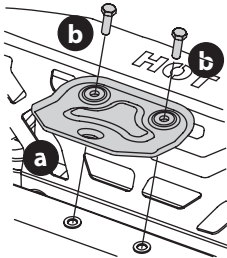

Figura 1
1. Para sacar la cubierta de la correa saque los dos tornillos de arandela hexagonal (a) y el tornillo de seguridad hexagonal (b) que la sujetan al bastidor (Figura 1).